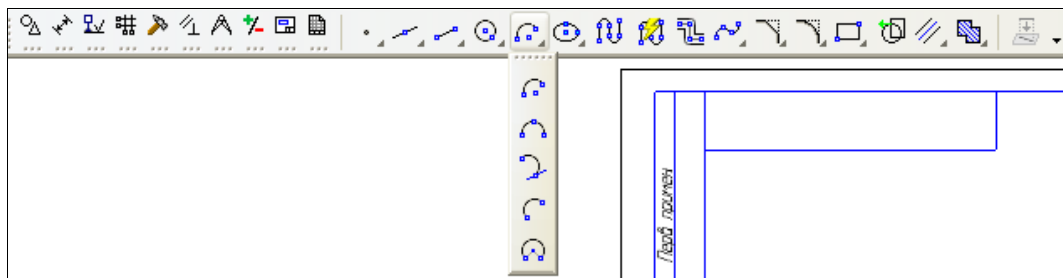

Рис. 3.14. Компактная панель с раскрытой панелью инструментов **Геометрия**
- ♦ подведите курсор к названию панели, нажмите ЛК мыши и перетащите панель до нижней границы экрана до раскрытия ее в линейку. С точки зрения автора панель **Текущее состояние** в нижней части экрана особенно удобна при работе в 3D. А под панелью **Стандартная** установите **Компактную панель** (см. рис. 3.14). Тогда расширенные панели будут "выпадать вниз", что ускоряет выбор команды.
**Компактная панель** (рис. 3.14) в левой части представляет собой набор кнопок-переключателей из десяти панелей инструментов в один ряд. При подведении курсора к кнопке-переключателю появляется ярлык-подсказка с именем раскрываемой панели. Для активизации любой панели необходимо щелкнуть ЛК по кнопке-переключателю этой панели инструментов. Например, щелкните ЛК по кнопке-переключателю **Геометрия**, и раскроется панель инструментов **Геометрия** в правой части **Компактной панели**. Эта панель состоит из набора кнопок для построения различных единичных геометрических объектов (**Отрезок**, **Окружность**, **Дуга** и др.), называемых *примитивами*. Если кнопка имеет черный треугольник в правом нижнем углу, то она еще к тому же имеет выпадающую панель с однородными кнопками. Это расширенная панель команд. С помощью команд этой панели возможны различные варианты построения объекта. Панель расширенных команд **Дуга** (см. рис. 3.14) предлагает построение дуги различными способами: по трем точкам, по двум точкам и т. д. Чтобы получить доступ к другой команде построения, например **Дуга по трем точкам**, необходимо щелкнуть ЛК мыши по начальной кнопке **Дуга** на панели инструментов **Геометрия** и, не отпуская ее, в расширенной панели команд сдвинуть курсор до кнопки **Дуга по трем точкам**, а после появления ярлыка-подсказки отпустить ЛК мыши.